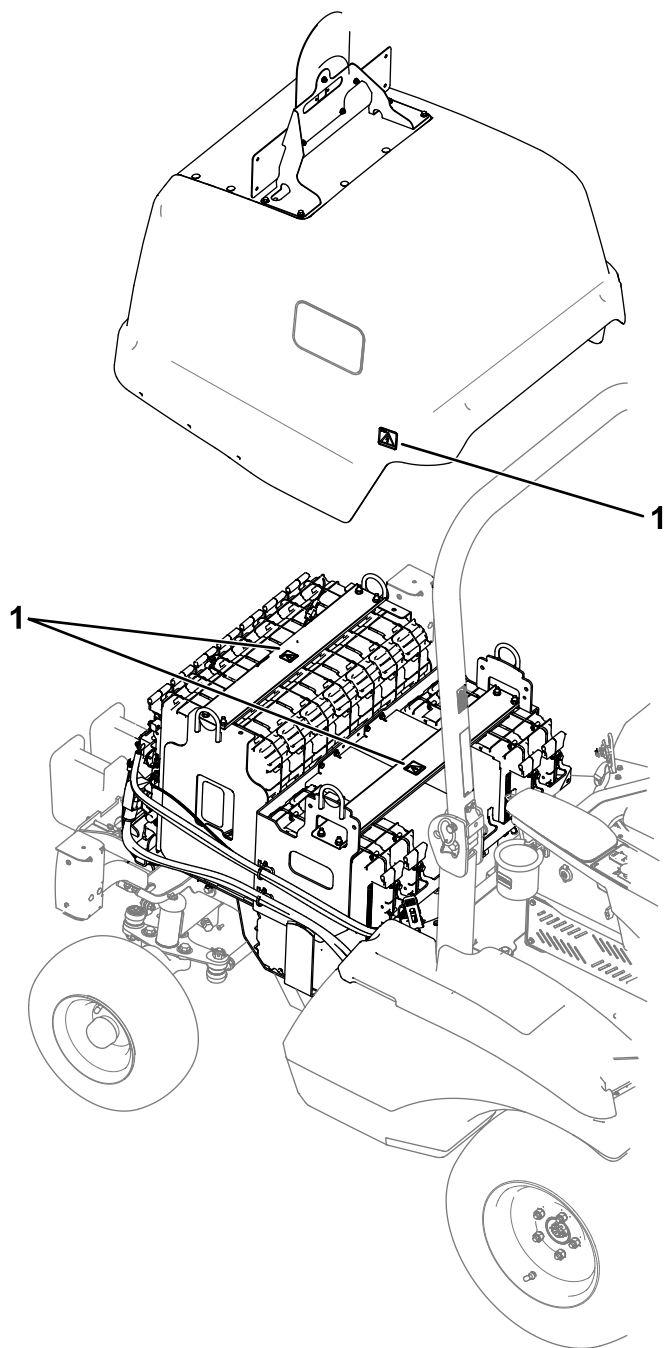

Figura 40
- Cofano (Figura 40 e Figura 41)
- Supporti dei canali nel compartimento della batteria (Figura 40)